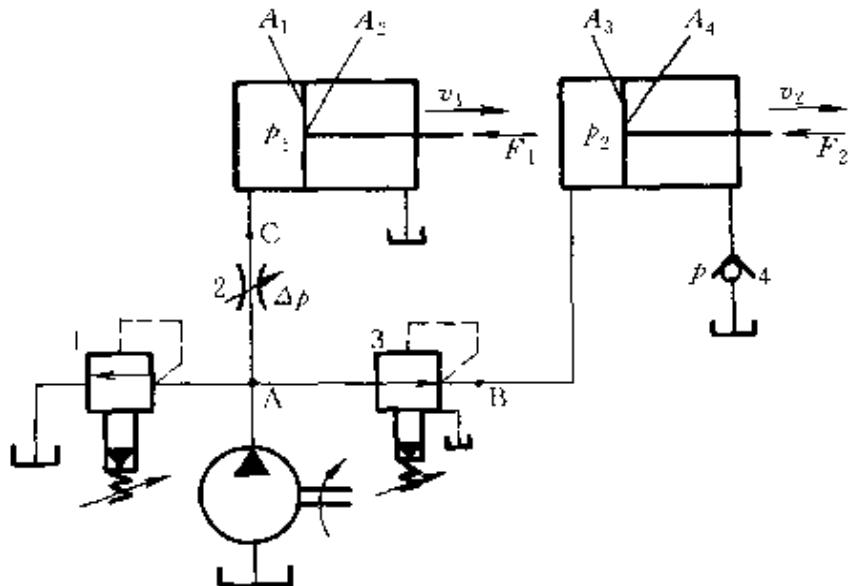

图 5-23 题 5-51 例 2 附图
**例 2** 图 5-23 所示液压回路，已知液压缸的有效工作面积分别为  $A_1=A_3=100 \text{ cm}^2$ ， $A_2=A_4=50 \text{ cm}^2$ ，当最大负载  $F_1=14 \text{ kN}$ ， $F_2=4.25 \text{ kN}$ ，背压力  $p=0.15 \text{ MPa}$ ，节流阀 2 的压差  $\Delta p=0.2 \text{ MPa}$  时，问：不计管路损失，A、B、C 各点的压力是多少？阀